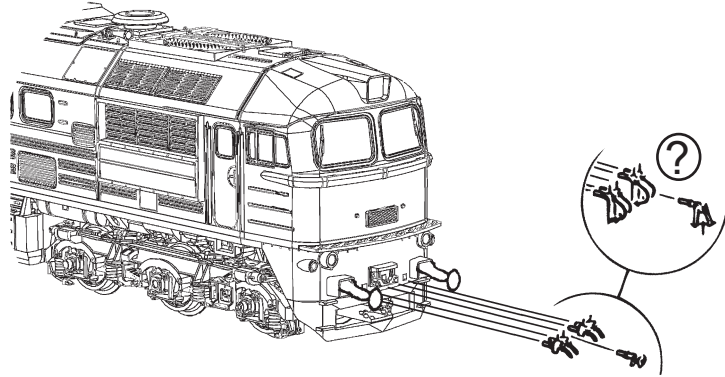

Fig. 4
3. Haftreifenwechsel: Zuerst den Getriebedeckel abnehmen (Fig. 4). Danach den **Radsatz** herausnehmen und die **Haftreifen** mit einer Nadel od. mit einem feinen Schraubendreher abziehen (Fig. 6). Beim Aufziehen der neuen Haftreifen darauf achten, dass diese sich nicht verdrehen.
3. Change of traction tyre: Remove the gear cover (fig. 4). Take out **wheel set** and remove **traction tyre** using a pin or a fine screwdriver (fig. 6). When pressing on the new traction tyre please **avoid twisting it**.
3. Échange des bandages d'adhérence: Démontez d'abord **le couvercle du carter des engrenages** des engrenages (fig. 4). Délogez ensuite les essieux bandagés et enlevez, à l'aide d'une aiguille ou d'un tournevis fin, les bandages d'adhérence (fig. 6). Lors du montage des nouveaux bandages veuillez veiller à ce que les bandages **ne soient pas tor-dues**.